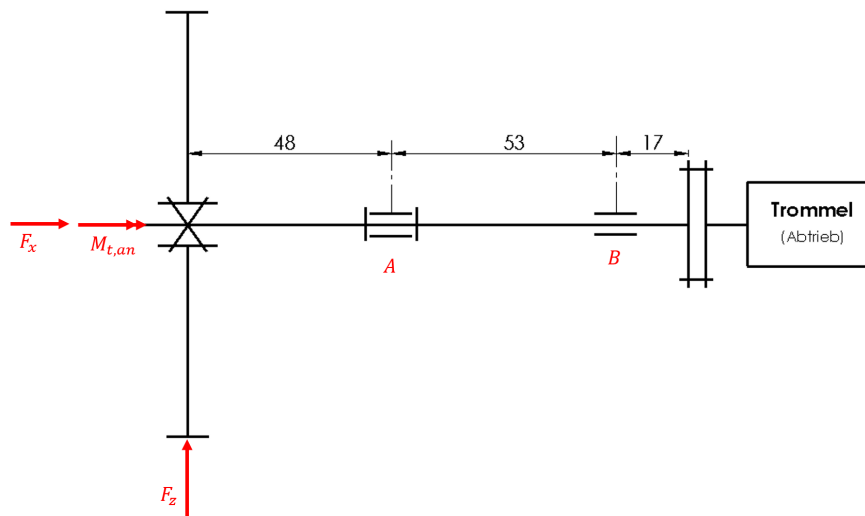

Abbildung 2: Lagerungskonzept einer Antriebswelle
In Abbildung 2 ist eine Antriebseinheit gegeben. Bitte bearbeiten Sie die nachstehenden Aufgaben dazu.
2.2 Aktuell ist die Welle in Abbildung 2 fest-los-gelagert. Welche alternative Lagerungsart würden Sie für die Welle vorsehen? Begründen Sie ihre Antwort in einem ausführlichen Satz.